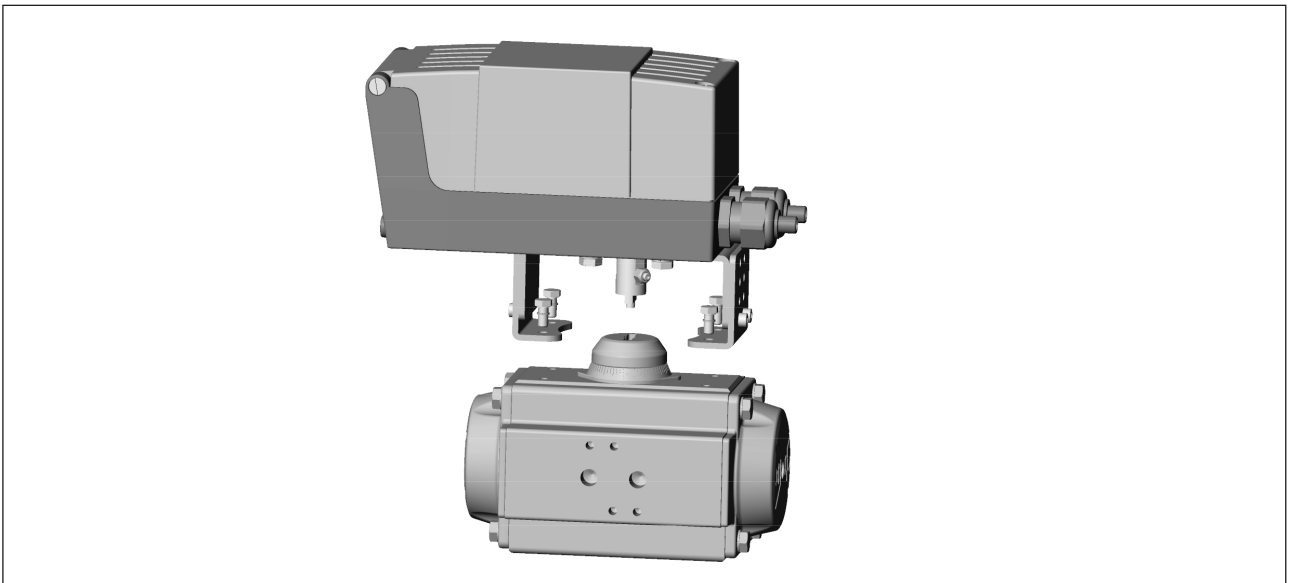

Imagen 24: Instale el SideControl en el actuador rotativo
- Coloque el SideControl con el puente de montaje sobre el actuador rotativo y fíjelo con 4 tornillos hexagonales ⑥ (consulte «Imagen 24»).